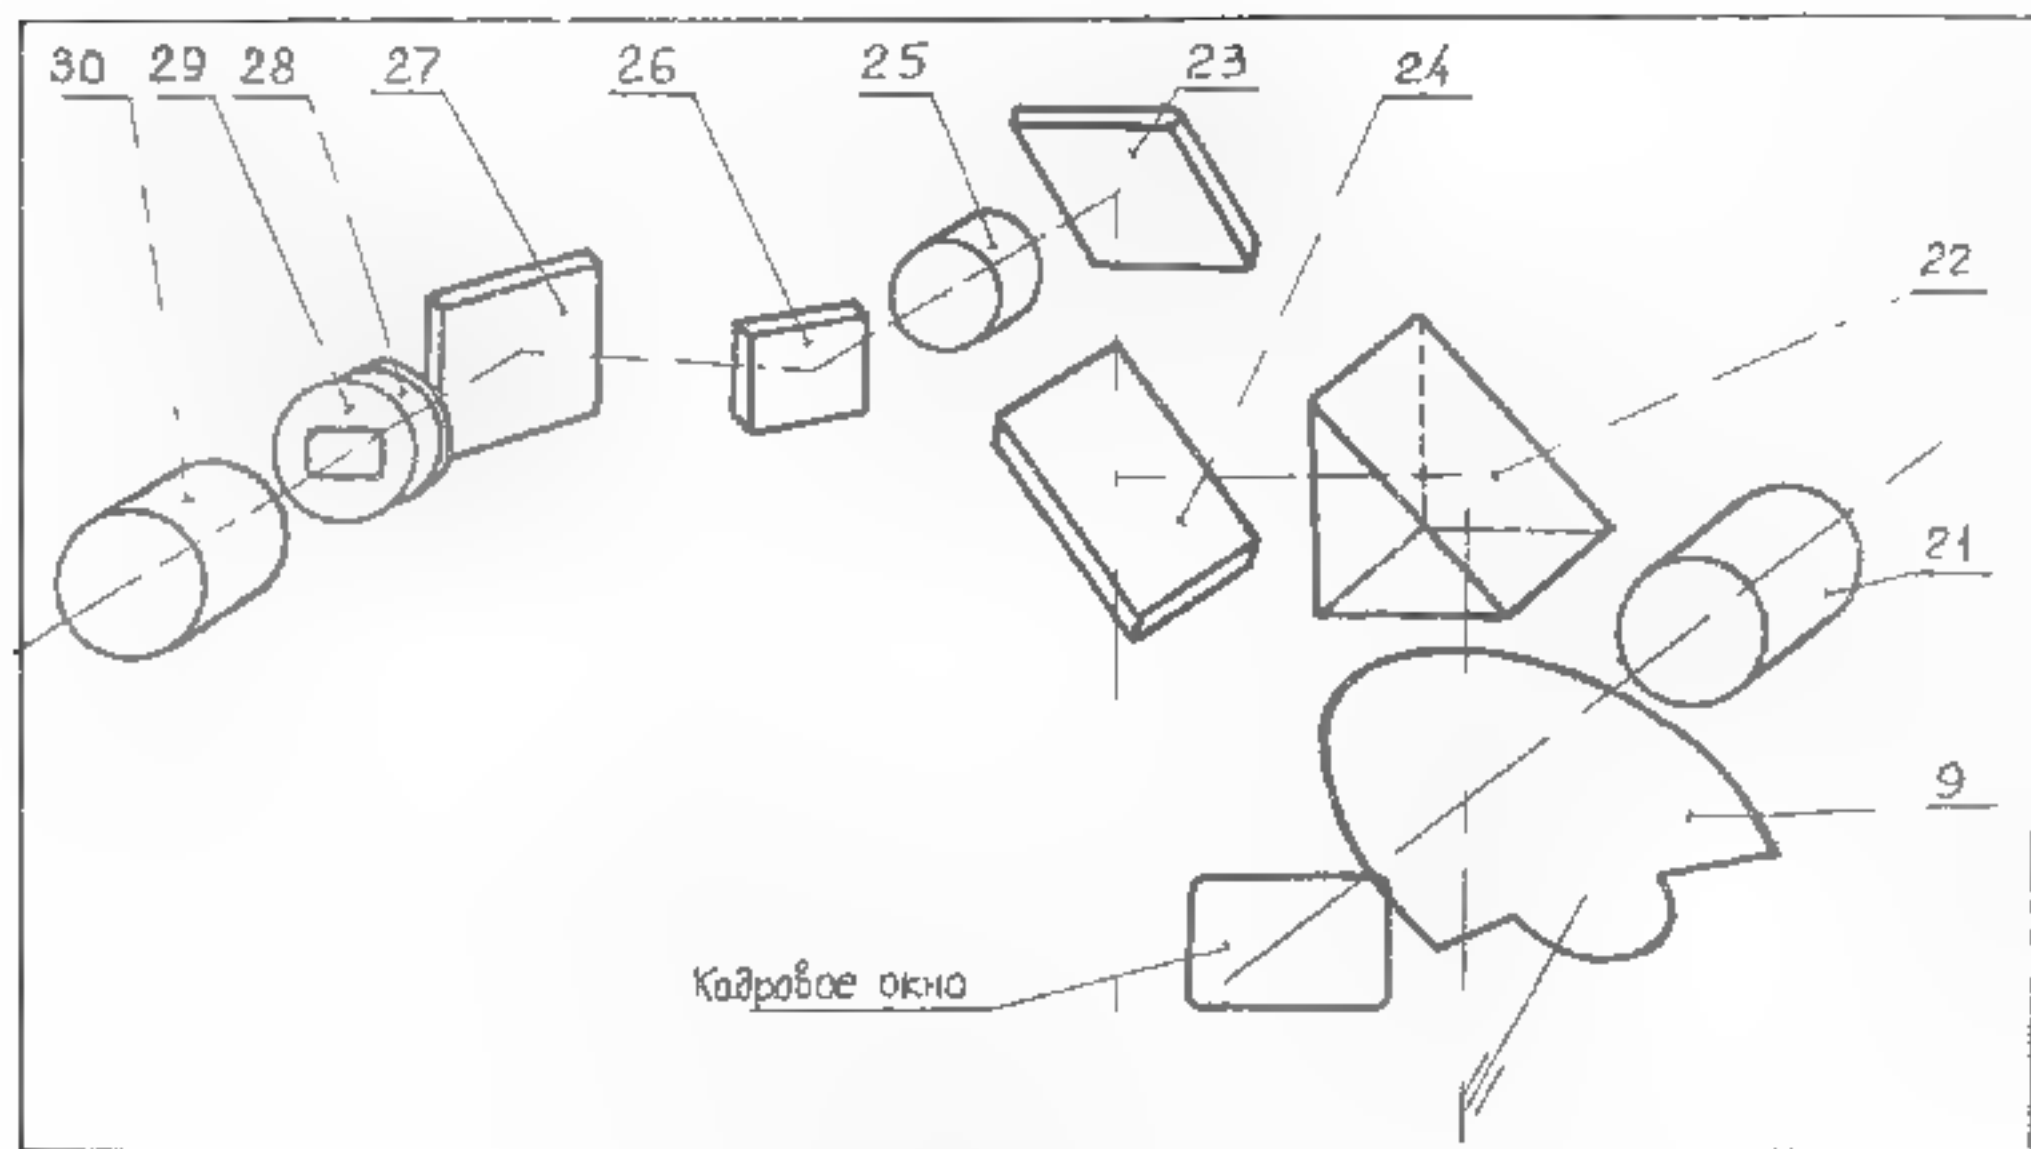

Рис. 3. Схема оптическая
4.2.1. Оптическая схема с лупой обычного кадра изображена на рис. 3.